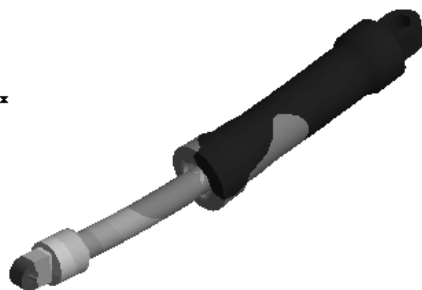

图 7.6.29 位移变形结果图解
(2) 查看位移结果图解。在“Outline”窗口中选中  **Total Deformation**，查看图 7.6.29 所示的位移变形结果，其最大位移为 0.25458 mm。